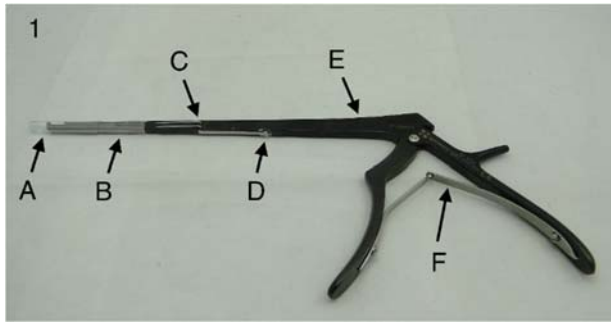

Figura 1
2. Verificare il funzionamento delle leve di rilascio delle punte (vedere la Figura 1) premendole e rilasciandole. Se risulta impossibile premere una delle leve (nota: la leva di rilascio inferiore può essere premuta solo se viene premuta la leva di bloccaggio di sicurezza) o se queste non scattano dopo il rilascio, restituire il manipolo per assistenza.